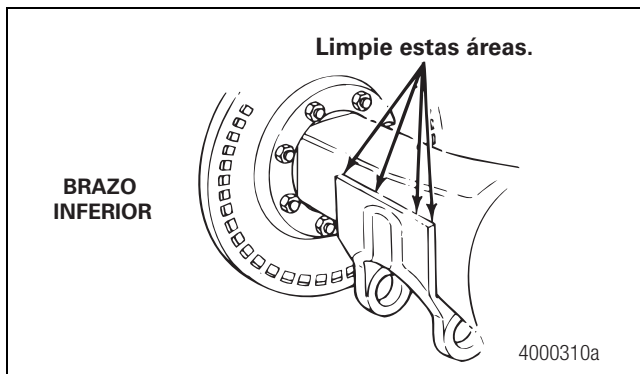
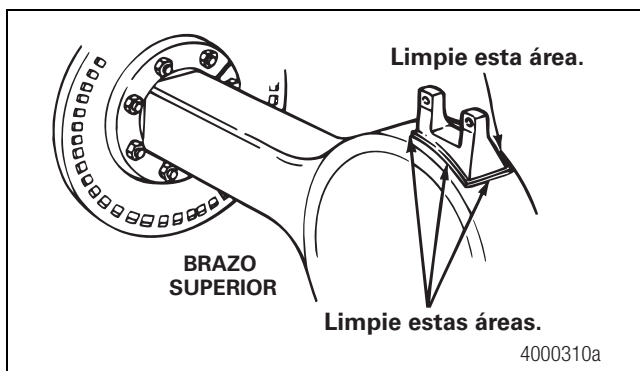

Figura 4.10
Figura 4.11
5. Para soldar en brazos de suspensión, limpie ambos brazos, inferior y superior, de la suspensión y las áreas de la caja del eje alrededor de cada brazo. Use un cepillo de alambre y un solvente de limpieza para remover la suciedad y la grasa de estas áreas. Figura 4.10 y Figura 4.11.